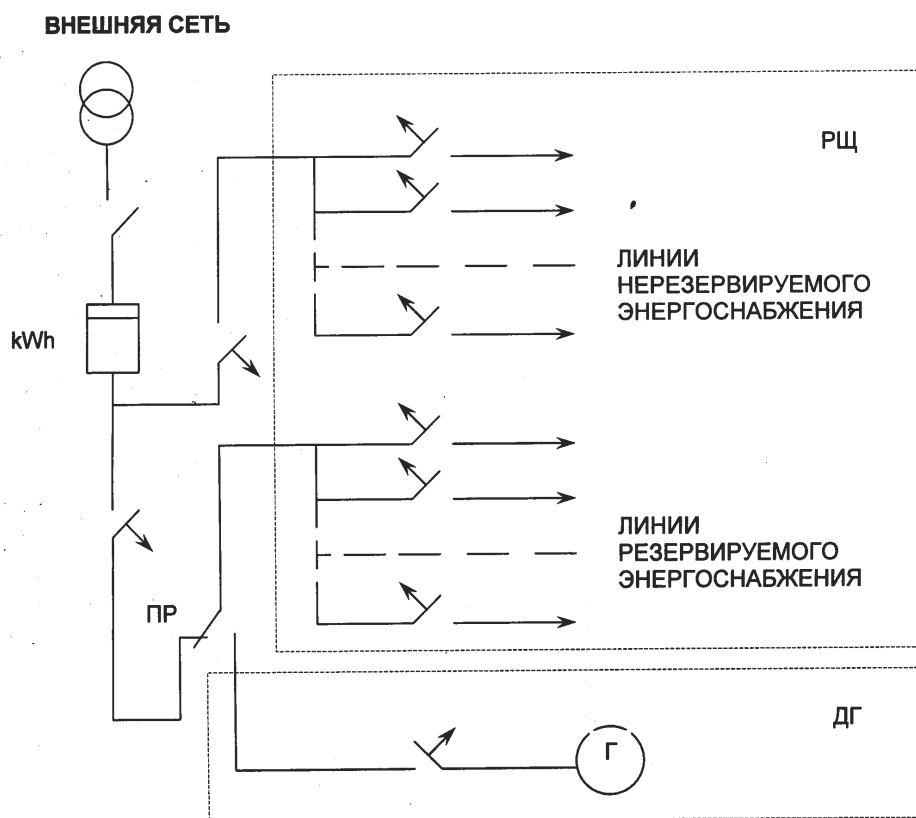

Рис. 7.4. Типовое включение ДГ с ручным запуском.
- В случае использования ДГ с ручным запуском, включение его в схему энергоснабжения производится, как показано на рис. 7.4.